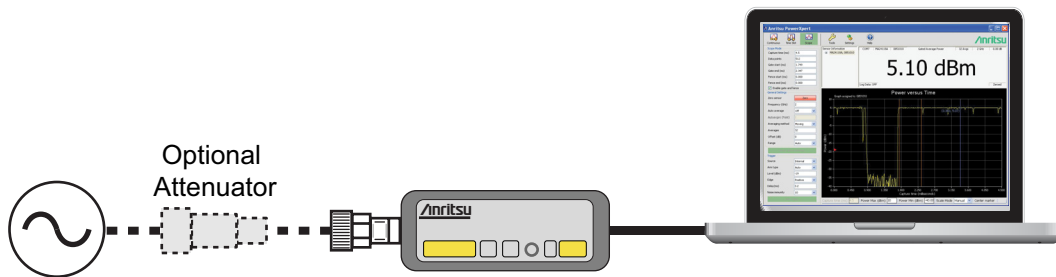

図 11-2. 測定設定
1. 図 11-2 に示すとおり、センサをコンピュータまたはアンリツ Master™ シリーズ計測器に接続します。